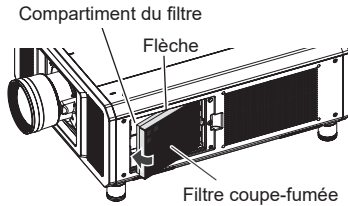

Fig. 1
1) Fixer le filtre coupe-fumée sur le projecteur. (Fig. 1, 2)